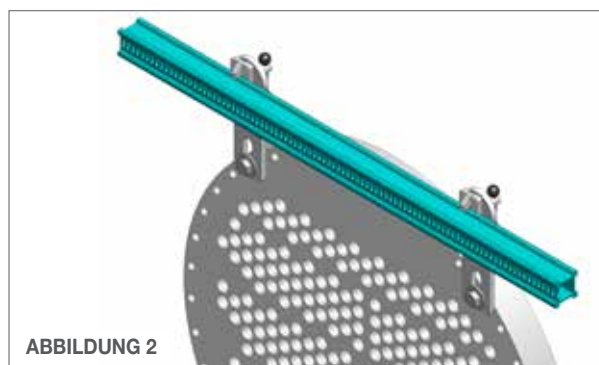

ABBILDUNG 2
2. Führen Sie die **obere Schiene (die Schlitzte zeigen nach außen)** in die oberen Montagehalterungen ein. Sofern die Schiene nicht nahe an den Rohrreihen verläuft, lösen Sie eine der beiden oberen Montagehalterungen und justieren Sie die Schiene, bis die obere Schiene parallel zu den horizontalen Rohrreihen verläuft. Ziehen Sie die Schnellspannvorrichtung fest, um die Schiene an den Montagehalterungen zu befestigen. Vergewissern Sie sich, dass die oberen Montagehalterungen richtig befestigt oder am Rohrbündelflansch festgeschraubt sind. **(Abbildung 2)**